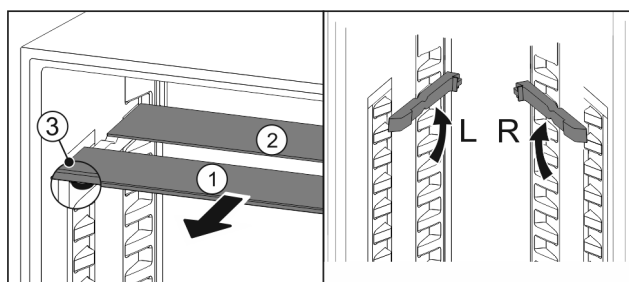

Fig. 33
- Sortir les tablettes par l'avant Fig. 33 (1).
- ▷ La tablette en verre Fig. 33 (1) avec bordure décorative est située à l'avant.
- ▷ Les butées Fig. 33 (3) sont orientées vers le bas.